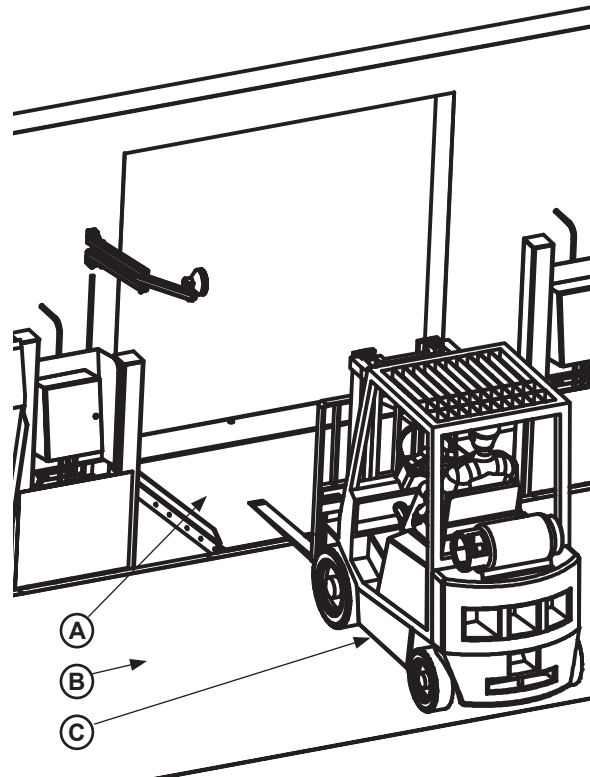

Figura 22
- a. Siga la secuencia de operación del equipo de muelle para permitir que opere el nivelador. Luego mantenga presionado el botón BAJAR hasta que la plataforma esté nivelada con el piso del muelle. Consulte la **Figura 22**.
b. Asegúrese de que la plataforma baje hasta el piso de la fosa, mientras se mantiene de pie en la plataforma o conduce el montacargas lentamente hasta que las ruedas delanteras estén sobre ella. Consulte la **Figura 22**. Si la plataforma no llega al piso de la fosa, verifique el ajuste de la horquilla para permitir un desplazamiento adecuado. Consulte las páginas 18 a 19.